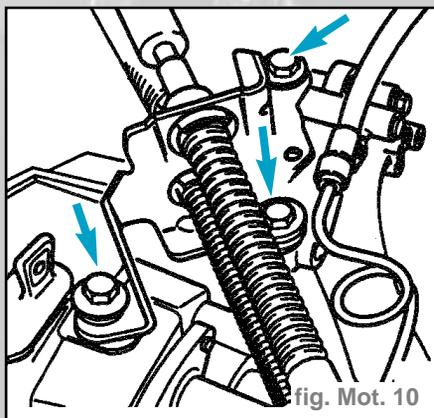

fig. Mot. 10
- Extraire le câble de commande des vitesses de l'entraîneur/levier de renvoi (C) ; tourner pour cela l'ergot dans le sens de la flèche.
- Déposer le contre-palier du câble de la boîte de vitesses (flèches) et le poser sur le côté (fig. mot. 10).